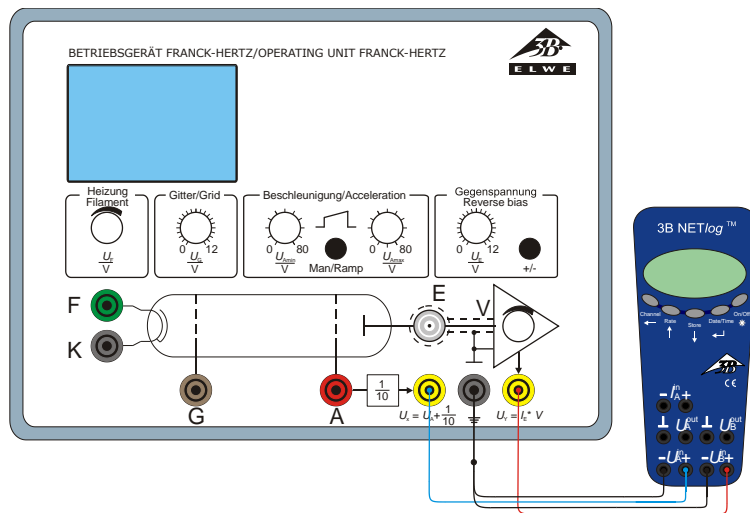

Fig. 6 Collegamento del 3B NETlog™ all'apparecchio per l'esperimento di Franck-Hertz
- Collegare il 3B NET/og™ all'apparecchio per l'esperimento di Franck-Hertz. (Vedere Fig. 6). A tale scopo, collegare l'uscita  $U_x$  dell'apparecchio per l'esperimento di Franck-Hertz all'ingresso A e l'uscita  $U_y$  all'ingresso B del 3B NET/og™.